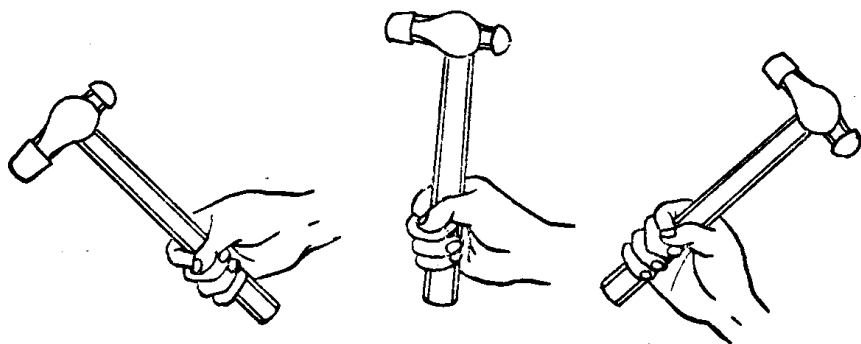

图2.2 手锤握法
② 握锤方法 手锤用右手握住,采用五个手指满握的方法。大拇指轻轻压在食指上,虎口对准锤头方向,不要歪在一侧,木柄尾露出约15~30毫米(图2.2)。